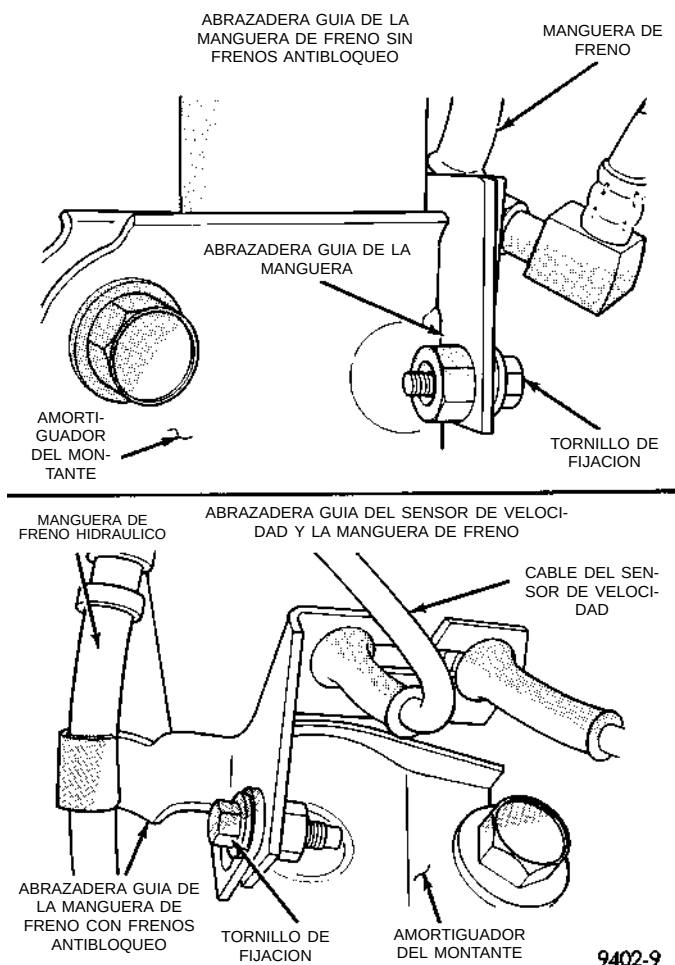

Fig. 11 Abrazaderas guía del cable del sensor de velocidad y la manguera del freno
- (1) Afloje las tuercas de la rueda.
- (2) Eleve el vehículo sobre gatos fijos o centrado en un elevador de contacto de bastidor. Consulte el procedimiento de elevación requerido para este vehículo en la sección Lubricación y mantenimiento de este manual de servicio.
- (3) Retire el conjunto de rueda y neumático de la posición de la parte delantera del vehículo que requiere el desmontaje del montante.
- (4) Si deben retirarse ambos conjuntos de montante, marque los conjuntos derecho e izquierdo según el costado del vehículo del que se retiraron.
- (5) Retire del soporte del amortiguador del montante el tornillo de fijación y la abrazadera guía de la manguera de freno hidráulico. Si el vehículo tiene instalado frenos antibloqueo, la abrazadera guía de la manguera está combinada con la abrazadera guía del cable del sensor de velocidad (Fig. 11).
(3) Instale la abrazadera guía de la manguera de freno hidráulico y el tornillo de fijación en el soporte del amortiguador del montante. Si el vehículo tiene instalado frenos Antibloqueo, la abrazadera guía de la manguera hidráulica se combina con la abrazadera guía del cable del sensor de velocidad (Fig. 11). Apriete los pernos de fijación de la abrazadera (Fig. 11) con una torsión de 13 N·m (10 lbs. pie).
(4) Apriete las tuercas de los pernos espárrago de instalación de la rueda en la secuencia correcta hasta que todas las tuercas queden apretadas con la mitad de la torsión indicada en las especificaciones. Después repita la secuencia de ajuste hasta alcanzar la torsión indicada en las especificaciones de 135 N·m (100 lbs. pie).